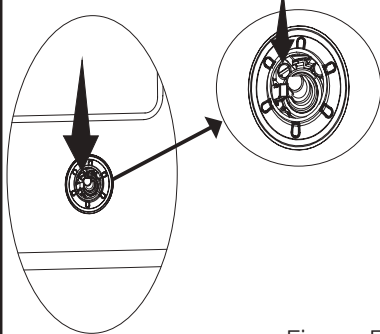

Figura 5
2. Apriete/afloje el tornillo de ajuste del gas mostrado en la figura 5 con la ayuda de un destornillador del tamaño adecuado. (Ver Fig. 6) Esto permite aumentar o disminuir la llama en la posición baja. Ajuste el gas adecuado para que la longitud de la llama sea de al menos 4 mm.